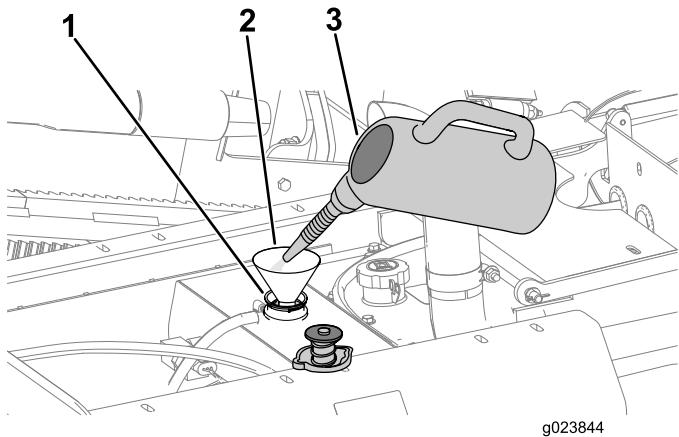

Bild 109
- B. Füllen Sie Reinigungslösung für die Kühlwanlage durch den Füllstutzen in den Kühler ein (Bild 109).